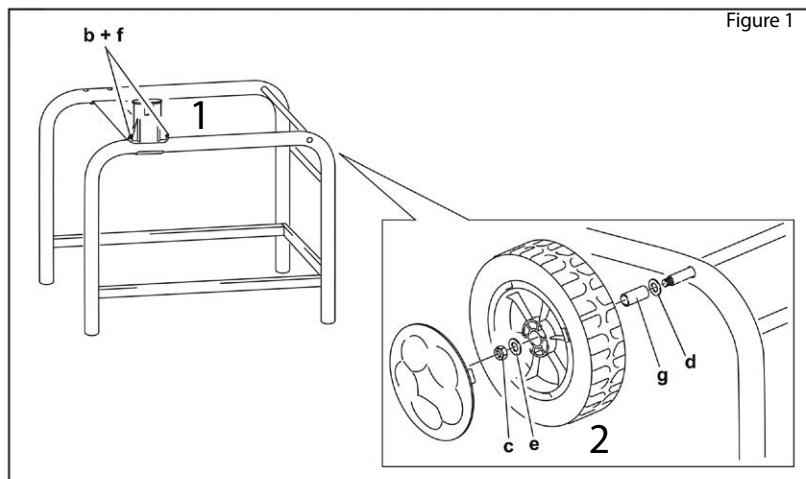

Figure 1
- Fixez les pieds sur le châssis tubulaire (1-fig.1).
- Installez les enjoliveurs extérieurs sur les roues (3-fig.1).
- Fije los pies en el marco tubular (1-fig.1).
- Instale los embellecedores exteriores sobre las ruedas (3-fig.1).
- Fixe os pés no chassis tubular (1-fig.1).
- Instale os tampões externos nas rodas (3-fig.1).